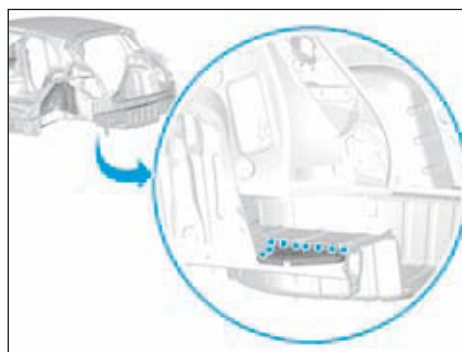

FIG.224
- Souder par points électriques (Fig.224).